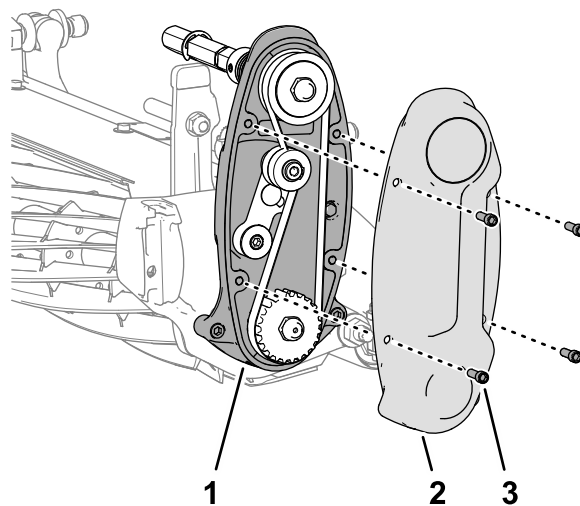

Bild 6
1. Entfernen Sie die vier Innensechskantschrauben, mit denen die Abdeckung am Gehäuse des Spindeltriebs befestigt ist (Bild 6).